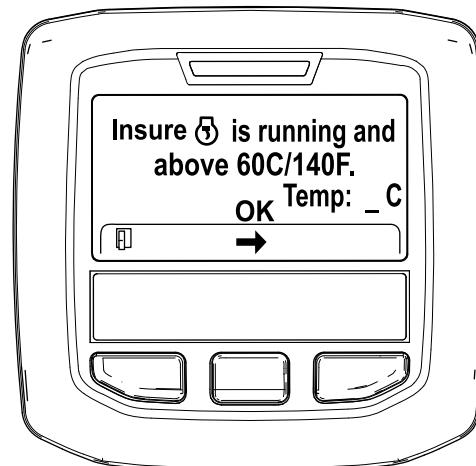

Figura 48
5. Si la temperatura del refrigerante se encuentra por debajo de 60 °C (140 °F) aparece el mensaje "Insure  is running and above 60C/140F" (Asegúrese de que está funcionando y por encima de 60 °C/140 °F). (Figura 48).